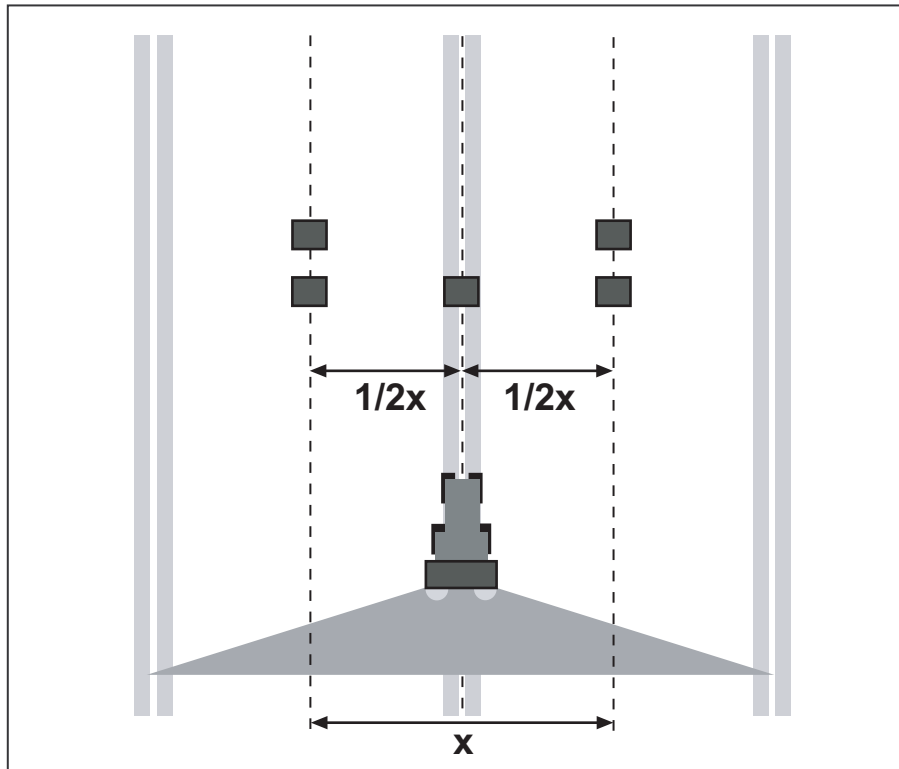

Bild 7.23: Aufstellung für eine Überfahrt
- Je zwei Auffangschalen im Abstand von **1 m** hintereinander in den Überlappungszonen (zwischen den Fahrgassen) und eine Auffangschale in der Fahrspur aufstellen (entsprechend Bild 7.23).